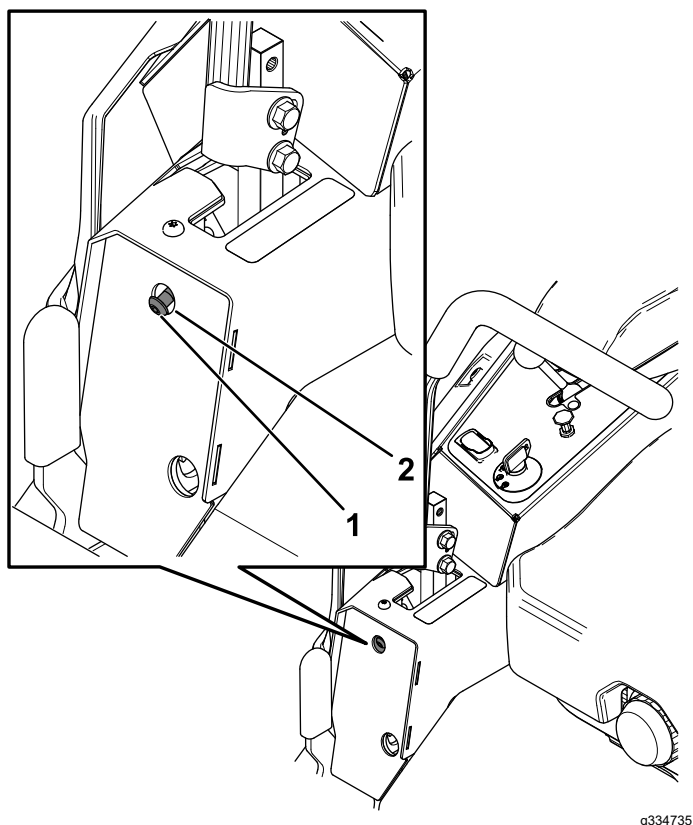

Figura 57
6. Si la máquina se desvía hacia la derecha, inserte una llave hexagonal de 3/16" a través del orificio de acceso del panel izquierdo delantero y gire el tornillo en sentido horario o antihorario para ajustar el recorrido de la palanca (Figura 57).
7. Si la máquina se desvía hacia la izquierda, inserte una llave hexagonal de 3/16" a través del orificio de acceso del panel derecho delantero y gire el tornillo en sentido horario o antihorario para ajustar el recorrido de la palanca (Figura 57).